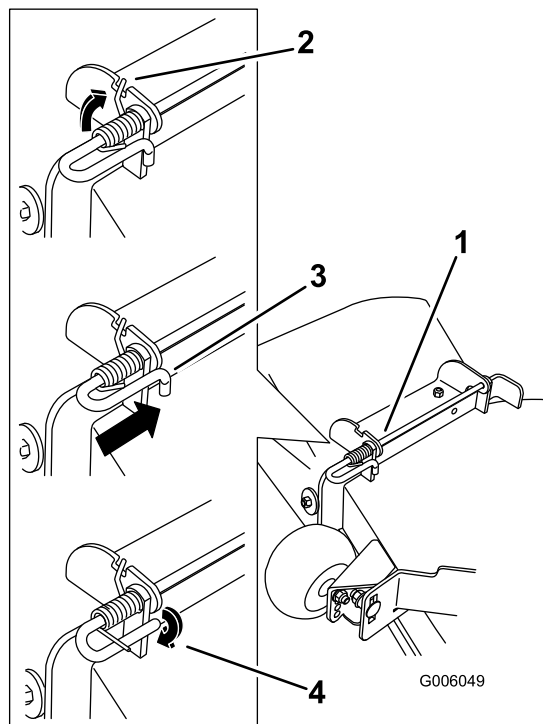

Figura 77
- Levante el extremo largo del muelle y colóquelo en la muesca del soporte de montaje del deflector (Figura 77).
- Fije el conjunto de varilla y muelle torciéndolo de manera que el extremo corto de la varilla pueda colocarse detrás del soporte delantero que está soldado a la carcasa (Figura 77).